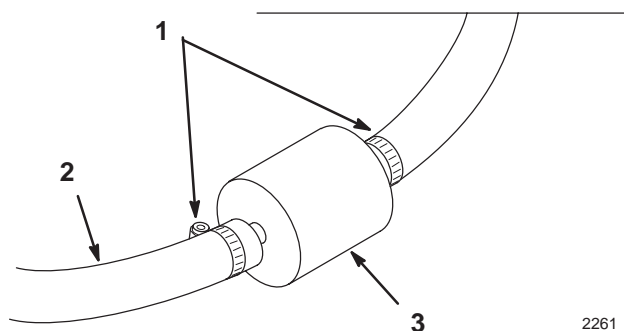

Figure 27
3. Desserrez les colliers de serrage et repoussez-les pour les éloigner du filtre (Fig. 27).
4. Déposez le filtre à carburant des conduites d'alimentation (Fig. 27).